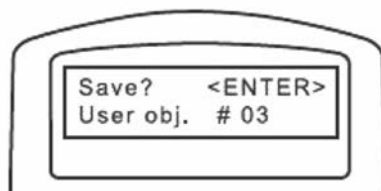

Рис. 45
7. Для сохранения пользовательского объекта, нажмите клавишу «ENTER». Номер пользовательского объекта отображается на ЖК-экране как показано на рис. 45. С помощью клавиш прокрутки, выберите номер объекта, соответствующего данным координатам, и нажмите клавишу «ENTER».